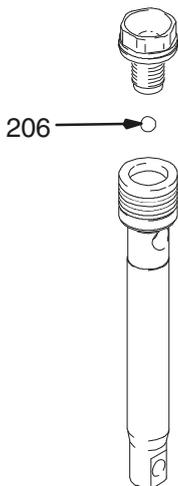

Fig. 10
Fig. 10. Instale a esfera (206) na haste do pistão. Em caso de aplicação de Loctite® nas roscas da válvula de êmbolo, certifique-se de que a esfera não entra em contacto com o produto.